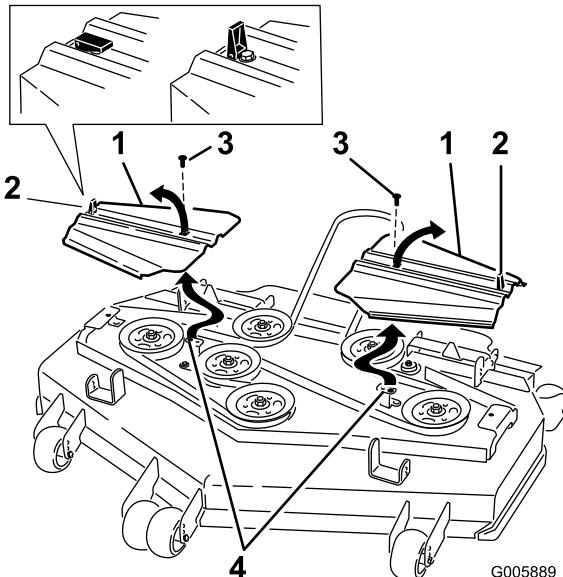

Figura 60
12. Montate i copricinghia inserendo le linguette nelle fessure. Montate il coperchio e chiudete i fermi (Figura 60).